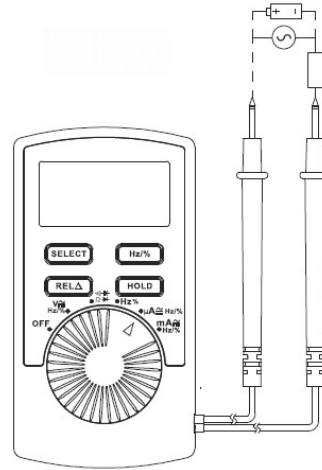
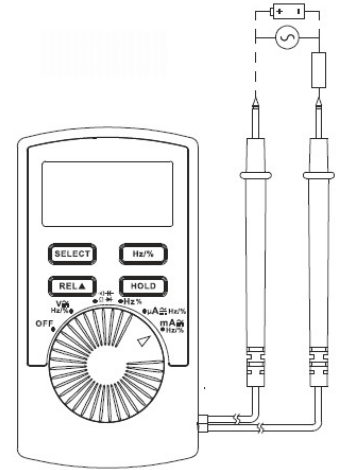

Рисунок 7
Рисунок 8
- 1) Установите поворотный переключатель в положение  $\mu\text{A}$  (рисунок 7) или  $\text{mA}$  (рисунок 8) и с помощью кнопки **SELECT** выберите измерение постоянного (DC) или переменного (AC) тока. Затем подсоедините провода последовательно к обследуемой цепи.